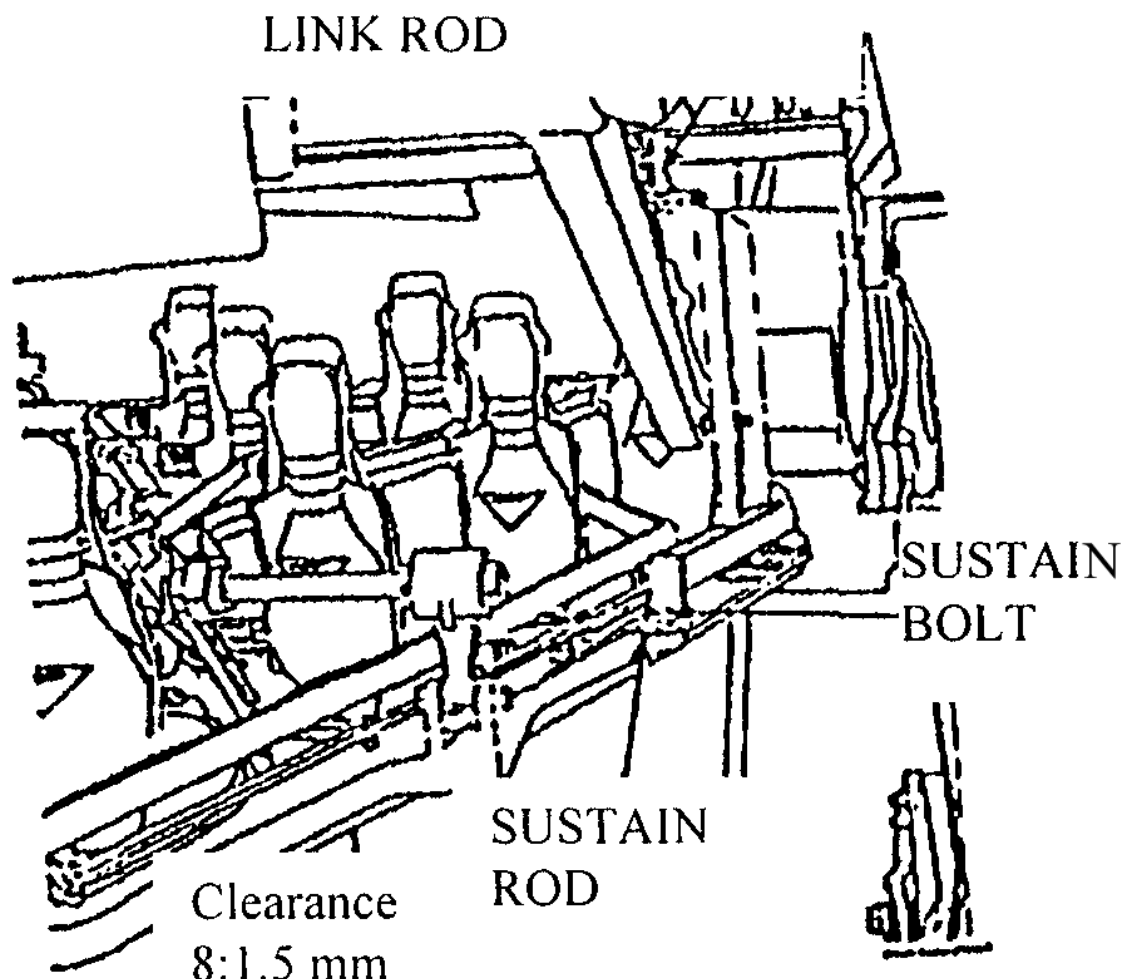

Рисунок 3
1.3 Работа рычага кулачка стола (рисунок 3)